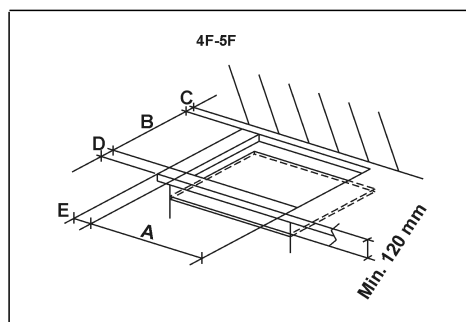

FIG. 7
On doit pratiquer, sur le plan du meuble à éléments, une ouverture pour l'encastrement ayant les dimensions exprimées en millimètres indiquées dans les fig. 7, en veillant à respecter les distances critiques entre la table, les parois latérales, postérieure et supérieure (voir fig. 7 et 8).
- Il est nécessaire d'éviter le contact accidentel avec le fond de surchauffe de la fraise-mère, pendant le fonctionnement, de mettre une insertion en bois, fixée par des vis, à une distance minimum de 120 millimètres du dessus (voir la fig. 7).